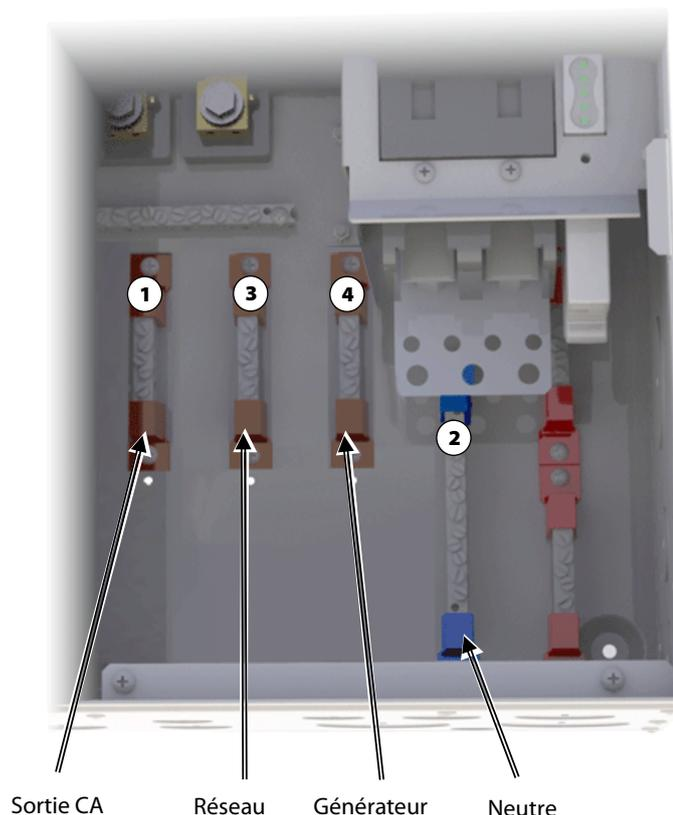

Figure 33 Barrette à bornes CA (monophasée)
Si le GSLC n'est pas équipé d'un ensemble de dérivation, les connexions de câblage doivent être effectuées directement à chaque TBB depuis l'onduleur Radian, les sources CA et les charges. Ces connexions sont désignées à la Figure 33.
1. Désignez le disjoncteur CA placé le plus haut comme interrupteur de sortie CA de l'onduleur. Installez un câble entre la TBB du circuit de sortie CA (comme indiqué à la Figure 33) à cet interrupteur comme indiqué par ①.
2. Installez un câble sur le côté gauche de l'interrupteur comme indiqué par ②. Connectez le câble aux bornes de sortie appropriées sur l'onduleur Radian.
3. Désignez le troisième disjoncteur CA comme interrupteur pour une source CA (**GRID** ou **GEN**). Installez un câble entre la TBB du circuit de source approprié (comme indiqué à la Figure 33) sur le côté gauche de cet interrupteur comme indiqué par ③.
4. Installez un câble sur le côté droit de l'interrupteur de source comme indiqué par ④. Connectez le câble à la borne d'entrée appropriée sur l'onduleur Radian (borne marquée **GRID** ou **GEN**).
6. Installez un câble sur la borne **NEU** de l'onduleur et connectez-le à la TBB neutre du GSLC (comme illustré à la Figure 33). *Une seule connexion neutre est nécessaire.*